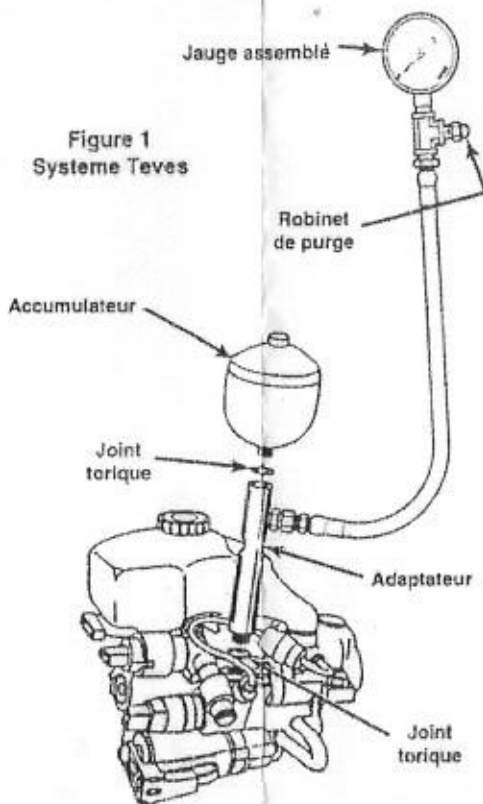

Figure 1
2. Procéder à la diminution de la pression du circuit hydraulique en pesant sur la pédale de frein à fond au moins de 20 à 40 fois. Lorsque la résistance à la pédale de frein est augmentée, peser à nouveau sur la pédale à trois (3) reprises.
4. **SYSTEME TEVES:** Enlever l'accumulateur (avec joint torique) du corps de la pompe. Visser l'adaptateur dans le corps de la pompe, puis installer l'accumulateur sur l'adaptateur comme indiqué à la Figure 1. **Attention:** le fluide du circuit de freinage est sous une pression très élevée. Lors des essais de pression des systèmes Teve, **NE PAS ouvrir la vanne de purge** lorsque l'accumulateur est sous charge. La vanne de purge doit être bien fermée avant de mettre le contact pour démarrer la pompe.
4. **TEVES SYSTEMS:** Remove accumulator (with o-ring) from pump body. Thread adapter into pump body, and install accumulator onto adapter as shown in Figure 1. **Caution:** Brake fluid is under extremely high pressure. When pressure testing Teves systems, do NOT open bleed valve when accumulator is charged. Bleed valve must be tightly closed before turning ignition ON to start pump.